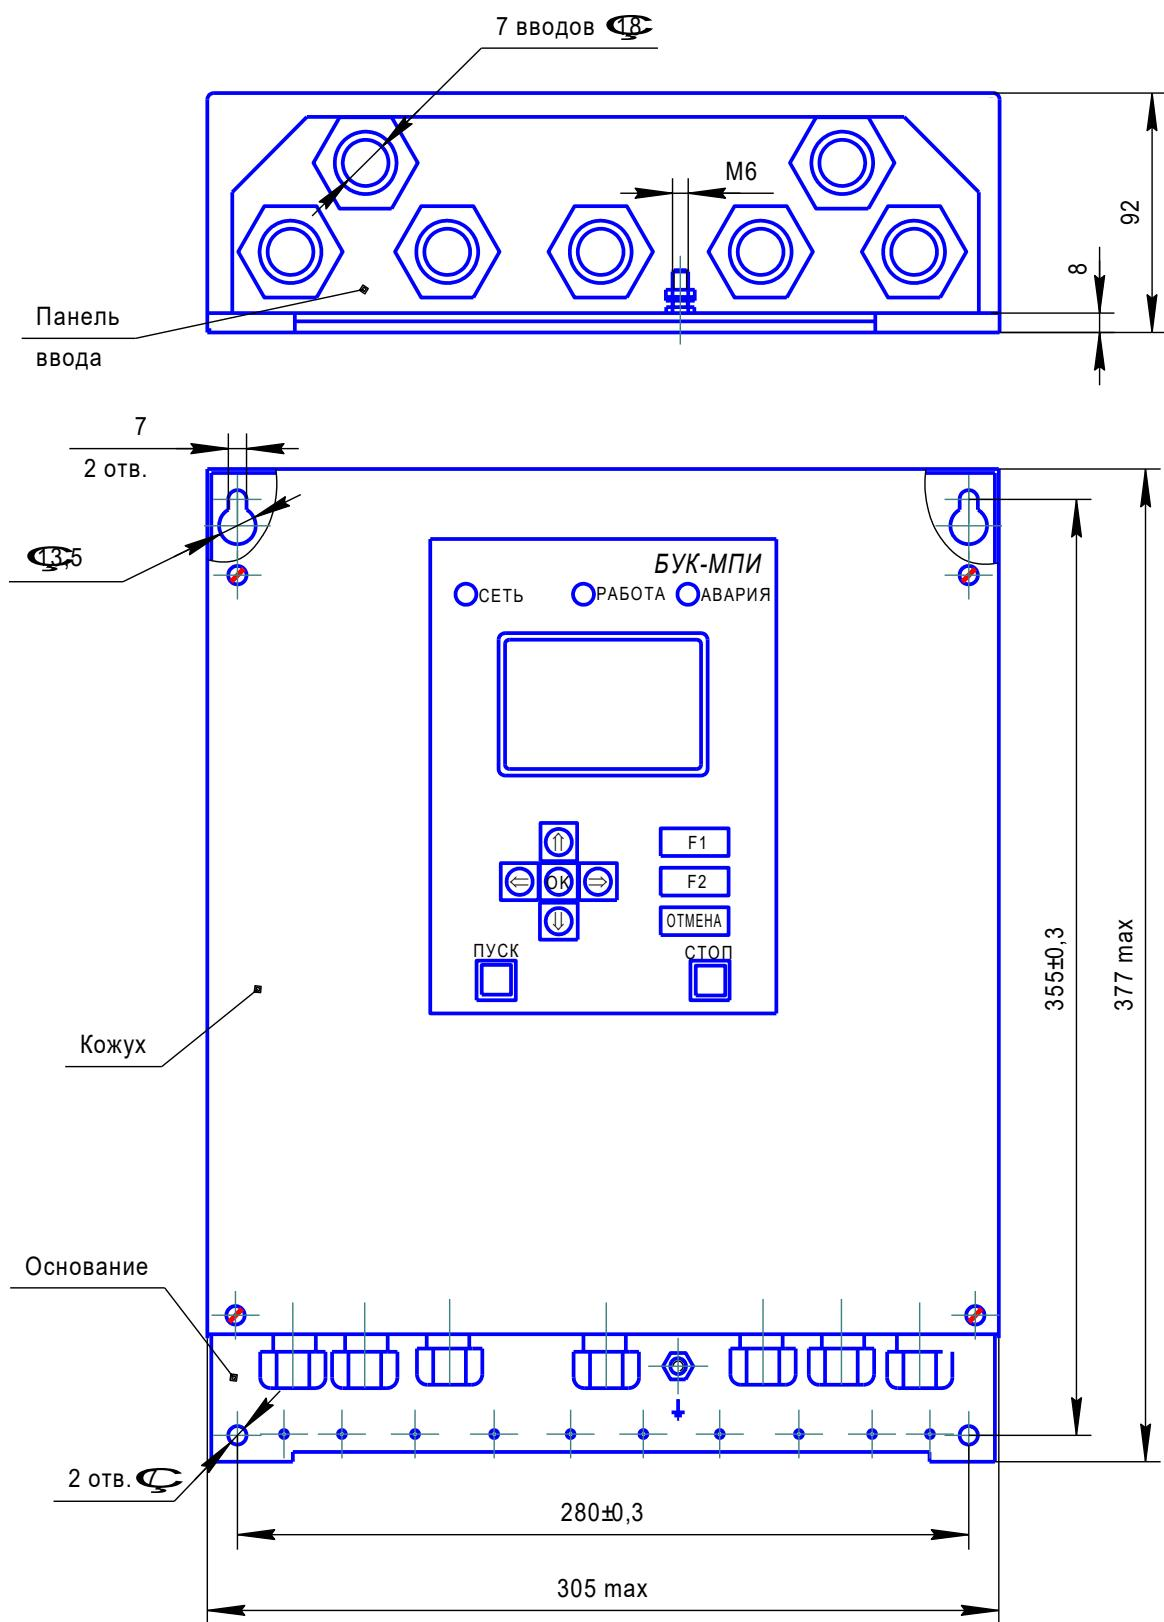

Рис. 1. Габаритные, установочные и присоединительные размеры.
1.8.1. Блок управления представляет собой настенный блок сварной конструкции со съемным передним кожухом. Габаритные и присоединительные размеры приведены на рис.1.